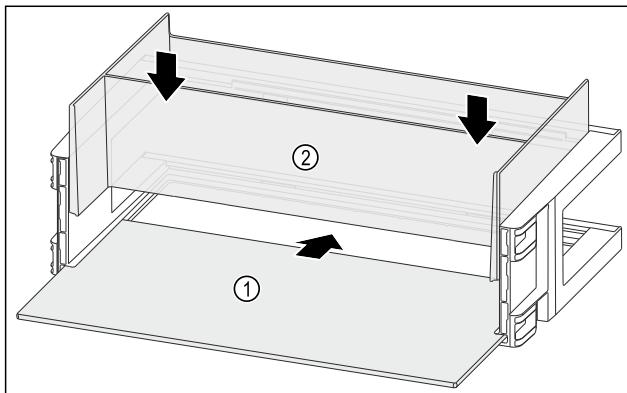

Fig. 98
- Zasuňte odkladaciu plochu Fig. 98 (1) do bočných vybraní.
- Vložte organizátor Fig. 98 (2).